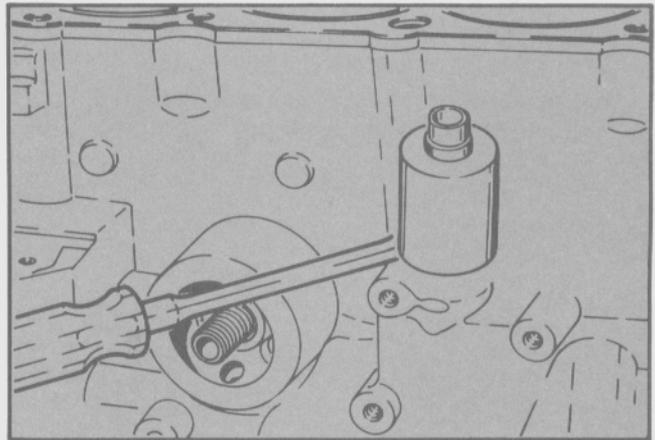

Fig. 23 - Desmontaje del separador de aceite
- Retirar el interruptor de presión de aceite y el separador de aceite del bloque de cilindros. (Fig. 23).